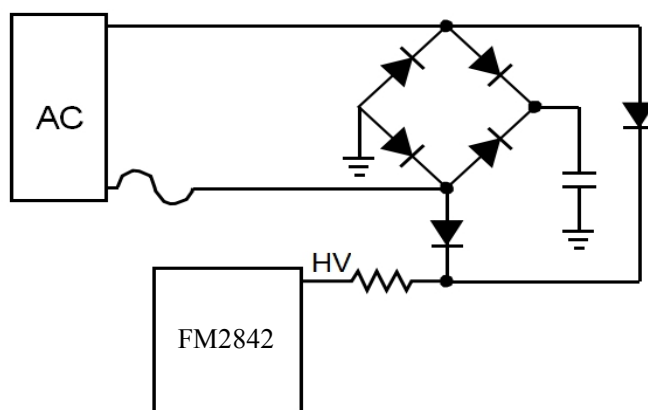

图 1
传统的电阻启动电路无法实现较低的待机功耗。FM2842 内部集成高压电流源, 仅在启动期间提供必要的电流, 启动后正常工作时高压电流源立即关闭。FM2842 的多功能高压 (HV) 引脚。虽然该引脚的主要目的是在保持快速启动的同时降低待机功率, 但它还包含了断电检测和交流电移除检测。高压引脚必须直接连接到交流线路上, 以便 X2 放电电路正常工作。如图 1 所示, 在 EMC 或浪涌测试期间, 应使用与引脚串联的电阻器来保护引脚。应使用低值电阻器 (<5 k ), 以减少启动期间的电压波动。